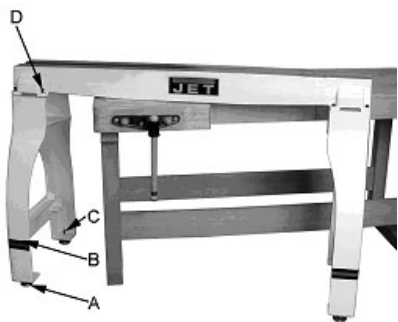

Рис.1
**ВНИМАНИЕ!** Станина станка очень тяжелая! Будьте осторожны и просите помощи при установке ее на станок (рис.1)